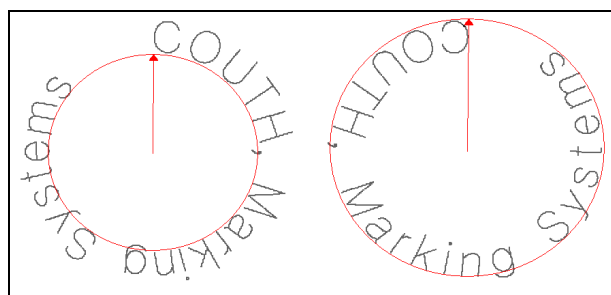

Рис. 34 – Радиус дуги.
- **Диаметр:** Этот параметр определяет диаметр окружности при маркировке по дуге. Радиус дуги всегда измеряется от центра окружности до левого нижнего угла первого знака маркировочной строки. На рис. 34 показаны примеры измерения радиуса для выпуклой (слева) и вогнутой (справа) дуги.
6. Задайте значение параметра Диаметр равным 20мм для первой строки и 24мм для второй. Причина различных значений заключается в том, что диаметр вогнутой дуги больше диаметра выпуклой (см. рис. 34) и эта разница равна высоте двух знаков. Если нажать клавишу Симуляции маркировки на данном этапе, то наша маркировка может выходить за пределы маркировочного окна. Не волнуйтесь, это будет исправлено в следующем шаге.